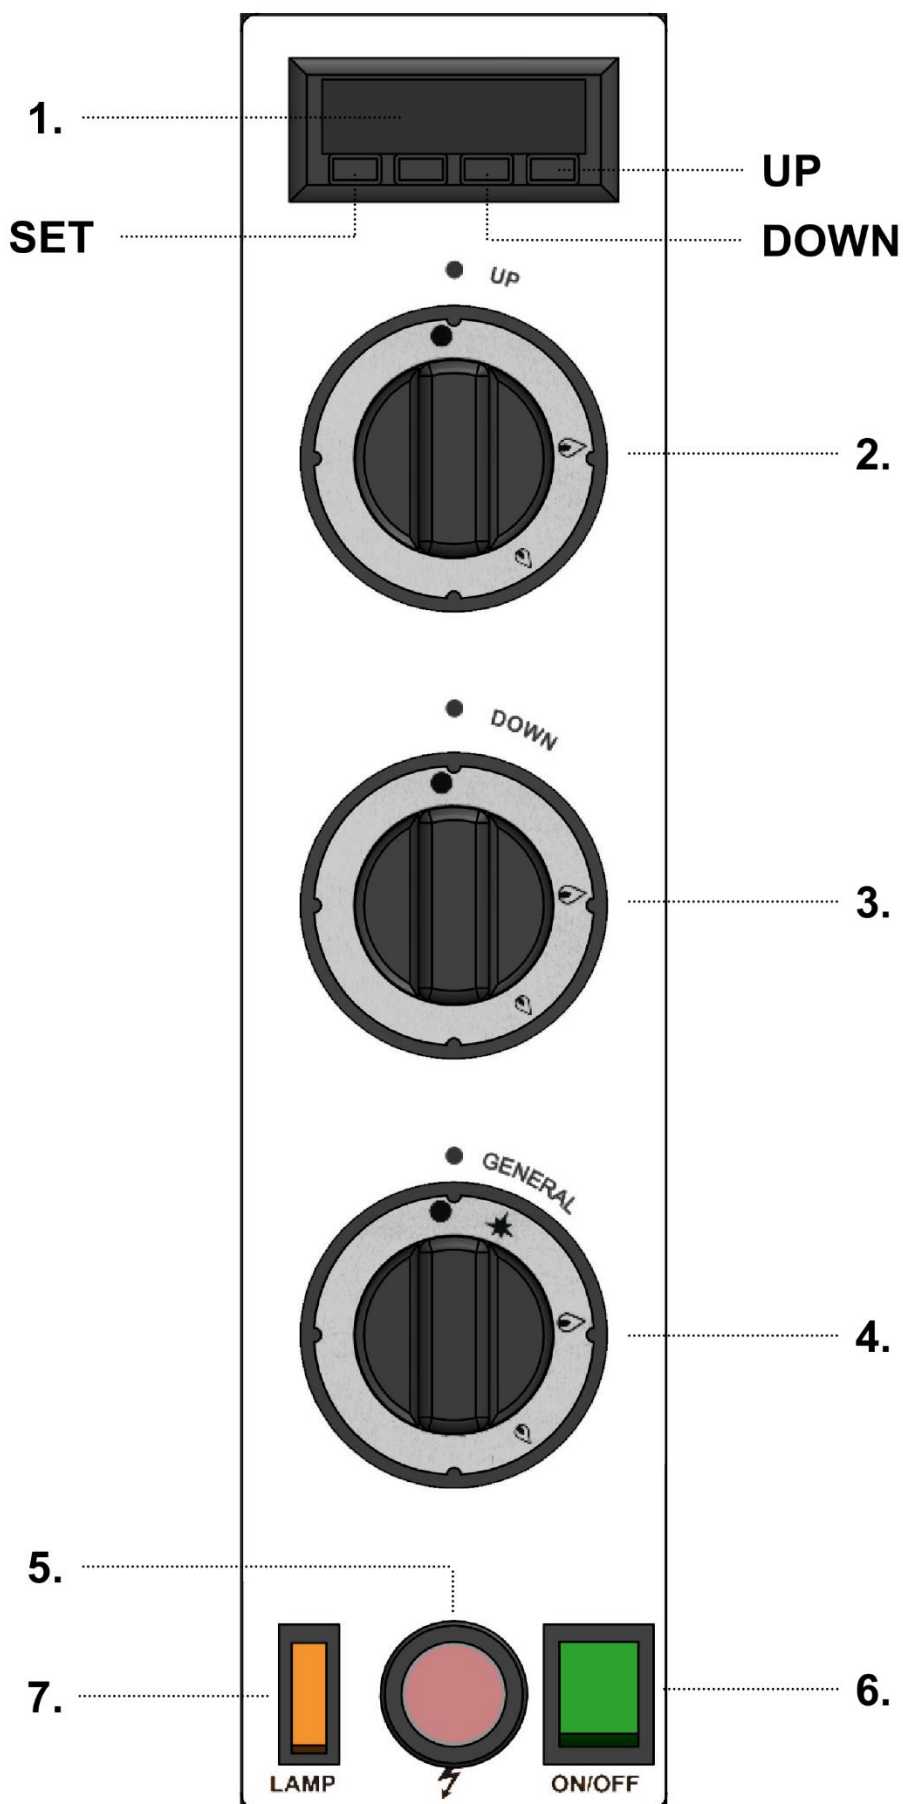

FIG.14
Il pannello comandi (FIG.14) del forno si trova nella parte frontale DX, da qui l'operatore addetto può manualmente eseguire la messa in servizio e le impostazioni dei parametri di cottura del forno.
- 3) Premere l'interruttore generale di alimentazione elettrica (FIG.14-Rif.6)
- 4) Impostare la temperatura di esercizio nel termostato/termometro premendo il tasto SET e UP o DOWN (FIG.14- Rif.1). Nel caso in cui la temperatura impostata sia uguale o inferiore alla temperatura ambiente è impossibile accendere i bruciatori in quanto il termostato è collegato all'elettrovalvola di alimentazione del gas che chiude il flusso a temperatura impostata raggiunta;
- 5) Ruotare la manopola del rubinetto generale di alimentazione del gas (FIG.14-Rif.4) nella posizione  tenere premuta la manopola e contemporaneamente premere ripetutamente il piezoelettrico accensione pilota (FIG.14-Rif.5);
- 6) Ruotare la manopola del rubinetto generale (FIG.14-Rif.4) nella posizione  (Potenza massima);
- 7) Aprire i rispettivi rubinetti cielo (FIG.14-Rif.2) e platea (FIG.14- Rif.3) e ruotandoli in senso antiorario portarli nella posizione (Potenza massima).
Una volta che il forno ha raggiunto la temperatura desiderata (vedi punto 5 del presente paragrafo), visibile nel termostato/termometro (FIG.14-Rif.1) è possibile inserire nel forno la pizza per la cottura.
- 2) Per illuminare l'interno della camera cottura premere l'interruttore lampada forno (FIG.14-Rif.7);
- 1) Spegner il forno, ruotando le manopole in posizione ● "Spento" (FIG.14-Rif.2/3/4);
- 2) Spegner l'illuminazione interna del forno tramite l'interruttore (FIG.14- Rif.7);
- 3) Spegner l'interruttore generale (FIG.14-Rif.6) si spegnerà la luce verde;